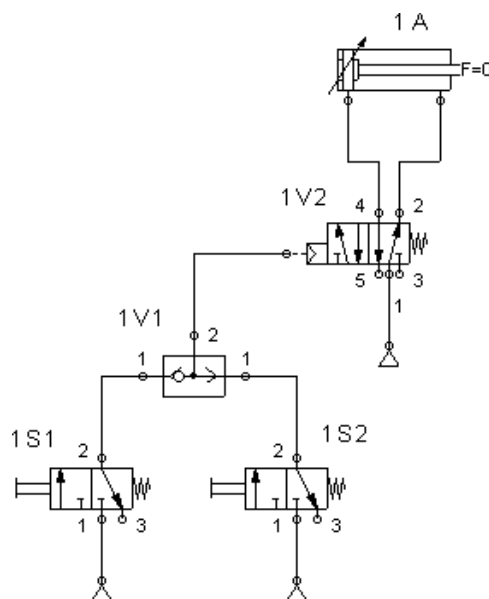

Рисунок 2.1 - Принципиальная схема управления цилиндром с помощью логического элемента «ИЛИ».
Выходы обоих 3/2 распределителей 1S1, 1S2 (рисунок 2.1) с управлением от кнопки подсоединены к входам X (1), Y(1) перекидного клапана 1V1 (клапана - «ИЛИ»). При нажатии одной из кнопок или обеих кнопок одновременно на вход 1 или 1(1) клапана «ИЛИ» поступает сигнал. Условие «ИЛИ» является выполненным, и поэтому на выходе 2 клапана «ИЛИ» (1V1) появится сигнал. Снятие сигнала давления через канал выхлопа 3/2 - распределителя, не находящегося под действием сигнала управления, предотвращает запирание трубопроводов перекидного клапана 1V1. Далее сигнал поступает на вход 14 управляющего распределителя 1V2, что вызывает его переключение.
- Из набора пневмоэлементов программного пакета моделирования по схеме рисунок 2.1 собрать виртуальный лабораторный стенд. Нажимая на кнопки 1S1, 1S2, убедиться, что шток цилиндра 1А выдвигается, а при отпускании кнопок возвращается в исходное положение.